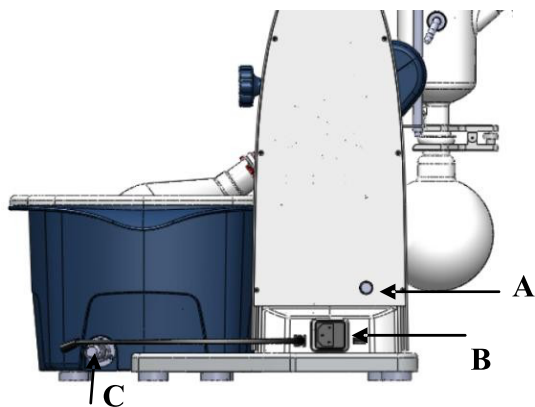

Рис. 7
**ВНИМАНИЕ!** Ослабьте транспортировочный замок (см. рис. 7).